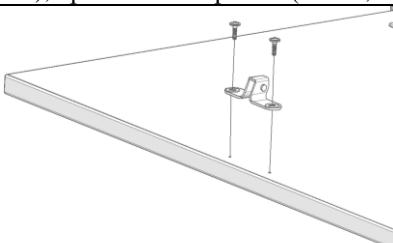

Рис. 21
5.3.3. К сборке, по п. 5.3.1, прикрутить с помощью саморезов с прессшайбой (поз.2, пакет № 107), кронштейн верхний (поз. 3, пакет №9а), см. рис. 21, 21а.
Рис. 21а